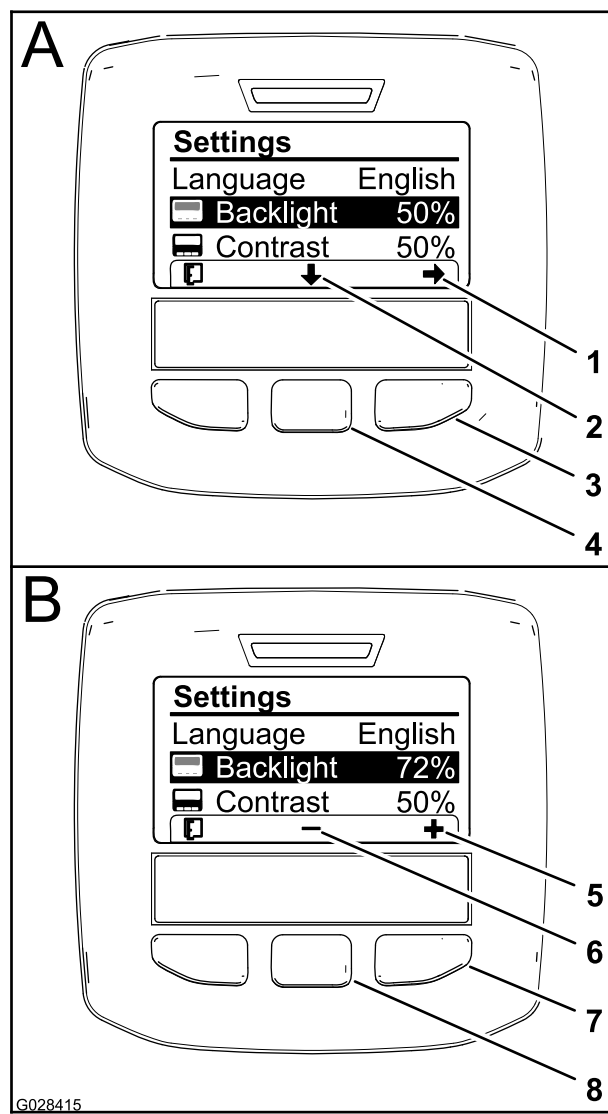

Figura 64
(il pulsante sotto l'icona a forma di freccia rivolta verso il basso nel display) per spostare l'opzione selezionata verso le impostazioni della Retroilluminazione (Figura 64).
3. Premete il pulsante di selezione destro per visualizzare il contesto della regolazione del valore (Figura 64).
- Usate il pulsante di selezione centrale e il pulsante di selezione destro per modificare il livello di luminosità del display (Figura 64).
- Premete il pulsante di selezione sinistro (il pulsante sotto l'icona dell'elenco nel display) per salvare la vostra selezione, uscire dal menu della Retroilluminazione e tornare al menu delle Impostazioni (Figura 64).
- Per regolare il livello del contrasto del display, premete il pulsante di selezione centrale (il pulsante sotto l'icona a forma di freccia rivolta verso il basso nel display) per spostare l'opzione selezionata verso le impostazioni del Contrasto (Figura 64).
- Premete il pulsante di selezione destro per visualizzare il contesto della regolazione del valore (Figura 64).
- Premete il pulsante di selezione sinistro (il pulsante sotto l'icona dell'elenco nel display) per salvare la vostra selezione, uscire dal menu del Contrasto e tornare al menu delle Impostazioni (Figura 64).
- Premete il pulsante di selezione sinistro per uscire dal menu Impostazioni e tornare al menu Principale (Figura 62 e Figura 64).
- Premete il pulsante di selezione sinistro per tornare alla schermata iniziale (Figura 64).